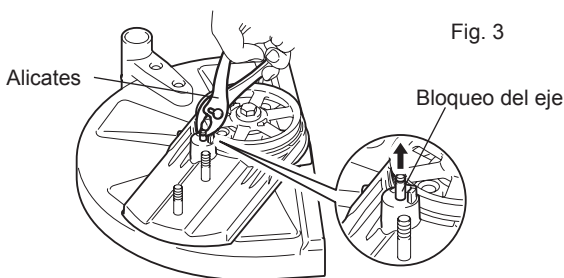

Fig. 3
- (4) Coja el eje de bloqueo con un destornillador para tornillos ranurados o unos alicates. (Fig. 3)